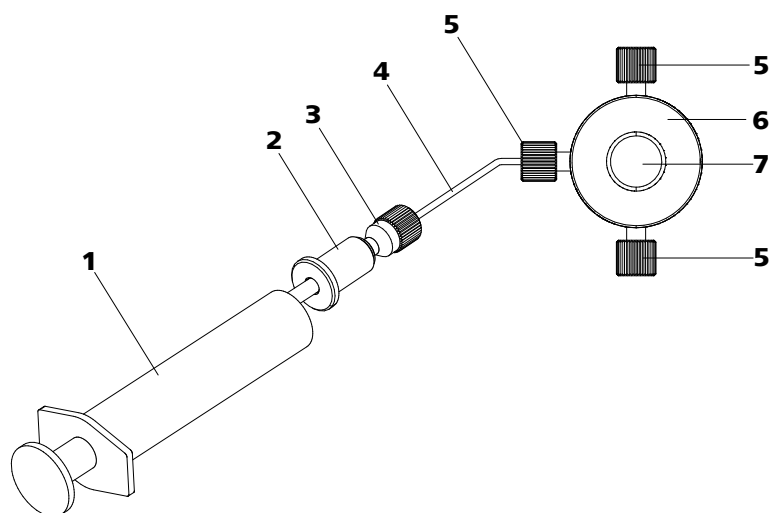

Figura 16 Eliminar o ar da bomba de alta pressão
Elimine o ar da bomba de alta pressão da seguinte forma (ver figura 16, página 35):
- Inserir a seringa (16-1) na conexão (16-2) Luer (ver figura 16, página 35).